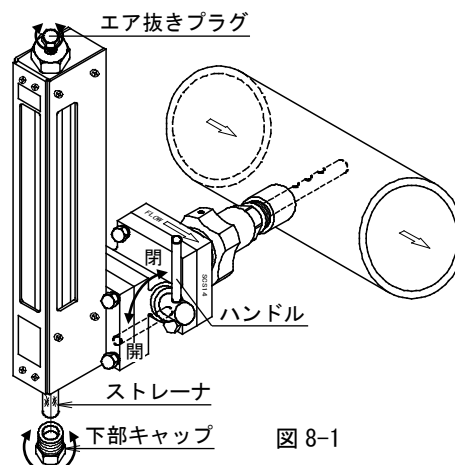

図 8-1
測定管に流体を流す前にコックピースが閉 (ハンドル: 垂直) になっていることを確認してください。(図8-1, 2 参照)
- 1) コックピースをゆっくり開の状態（ハンドル：水平）にしてください。（図 8-1, 2 参照）